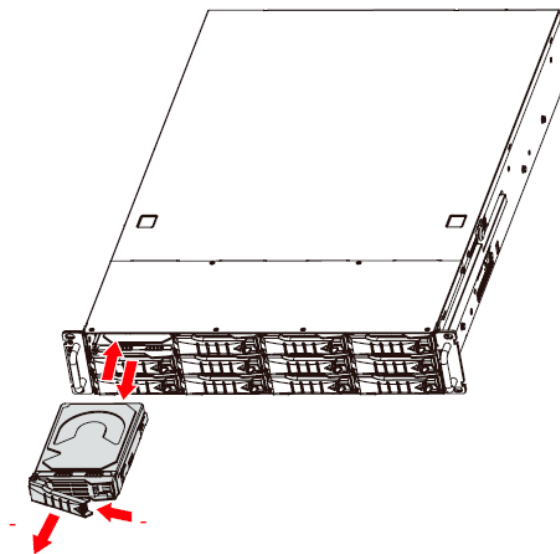

Рисунок 23 – Снятие каретки для накопителей
- Вытащите каретку для накопителей из корпуса сервера (см. Рисунок 23).